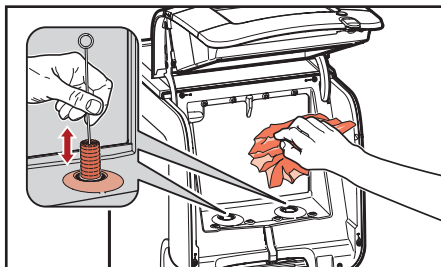

Fig. 5.9 - Rengjør nedkjølingsrommet
4. Rengjør doseringsåpningen med en børste og den indre delen av nedkjølingsrommet med en ren, fuktig klut (fig. 5.9). Tørk med et rent papirhåndkle.